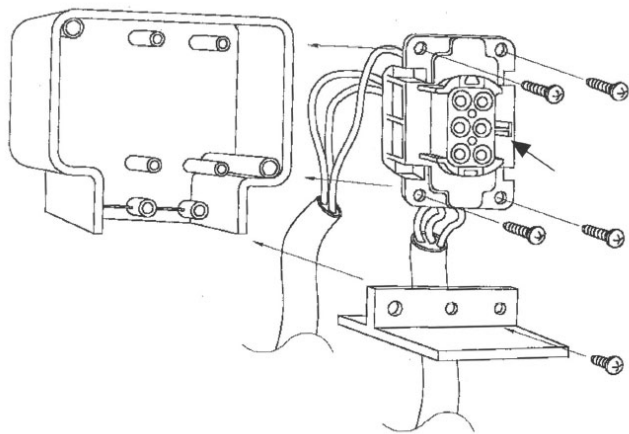

Рисунок 3.2 – Сборка выходного разъёма
3.1.3 Установить на разъем защитную пластиковую крышку и закрепить ее винтами, затем зафиксировать кабели при помощи кабельного хомута (см. рисунок 3.2).